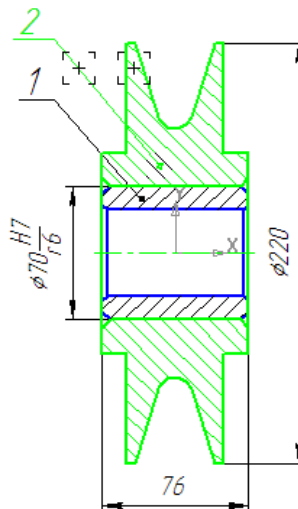

Рисунок 17.
- Выделите Ролик и указывающую на него позиционную линию-выноску (рис. 17).